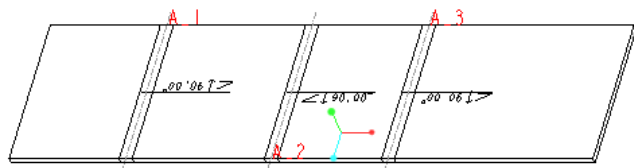

图 1-250 已经展平的钣金件
(1) 在 Creo Parametric 4.0 界面的“快速访问”工具栏中单击 (打开) 按钮，系统弹出“文件打开”对话框，浏览并选择 bj_1_6_2.prt 文件，单击“打开”按钮。文件中已有的钣金件模型如图 1-250 所示。